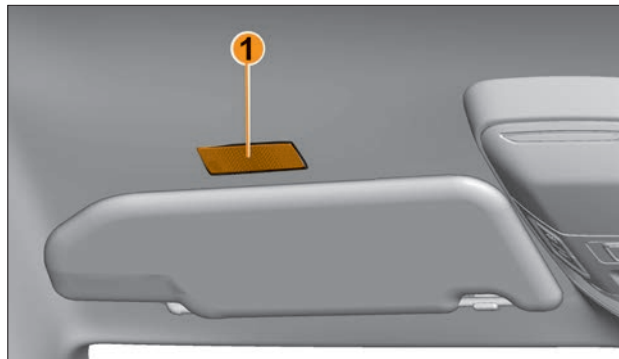
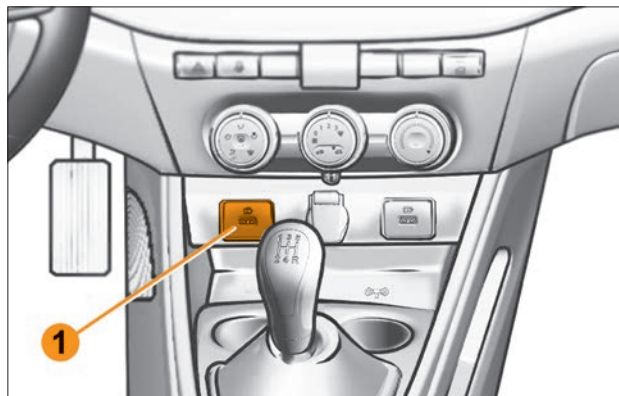

Рис. 4.6.4. Микрофон MMC LADA EnjoY
Рис. 4.6.5. USB-разъем для подключения USB-накопителя
Перед солнцезащитным козырьком водителя расположен микрофон **1** (рис. 4.6.4) MMC LADA EnjoY. MMC LADA EnjoY имеет возможность подключения USB-накопителя. USB-разъем **1** (рис. 4.6.5) для подключения USB-накопителя расположен на облицовке тоннеля пола. Данный USB-разъем может быть использован и для зарядки аккумуляторов внешних периферийных устройств (планшетный компьютер, смартфон) с номинальным напряжением 5 вольт (V) и номинальным током нагрузки не более 2 ампер (A).